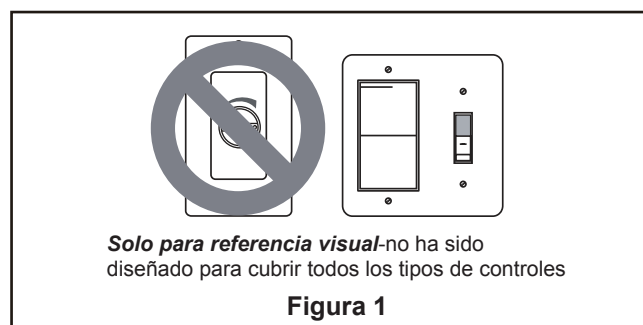

Figura 1
1. **IMPORTANTE:** El uso de un regulador de la intensidad completa (no incluido) para controlar la velocidad del ventilador dañará el dispositivo. Para reducir el riesgo de incendio o descarga eléctrica, no utilice dicho regulador para controlar la velocidad del ventilador. (Figura 1)